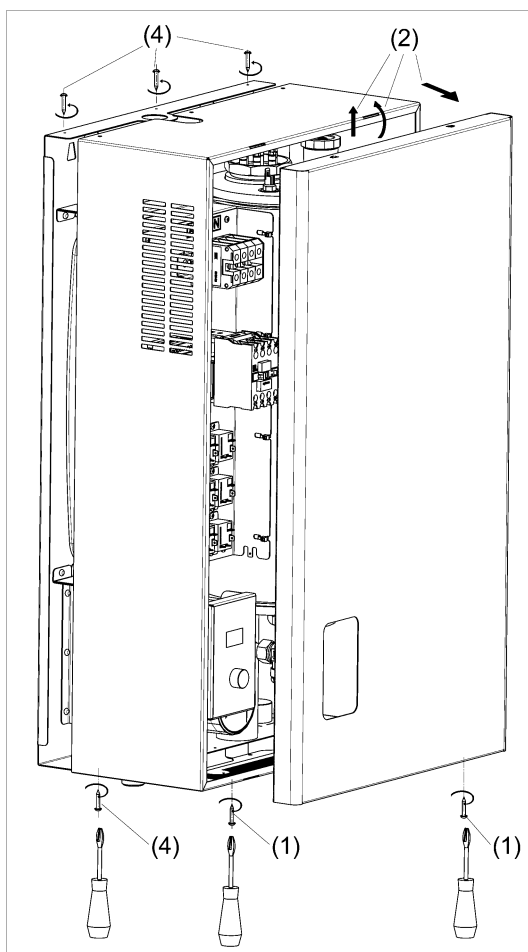

Рисунок 5. Снятие лицевой панели и кожуха
(1) Проверьте прочность стены (вертикального основания) на которую планируется установка прибора. При необходимости выполните усиление стены. Выполните разметку отверстий в стене под крепление прибора, размеры для крепления приведены в **Приложении А**.
(2) Просверлите отверстия в основании, на которые планируется крепить прибор.
(3) Снимите кожух прибора (см. рис. 5).
(4) Выполните установку и фиксацию прибора на вертикальное основание.
(5) Выполните электрическое подключение прибора к сети и электромонтаж других компонентов (3-ходовой клапан ГВС, датчики температуры и т.п.) согласно **требованиям раздела 6**.
(6) Установите кожух прибора.
(1) Выверните два самореза с нижнего торца панели (см. рис. 5).
(2) Выдвиньте лицевую панель на себя и слегка приподнимите.
(3) Уберите панель в сторону в безопасное место.
(4) Выверните по три самореза с нижнего и верхнего торца кожуха.
(5) Снимите кожух